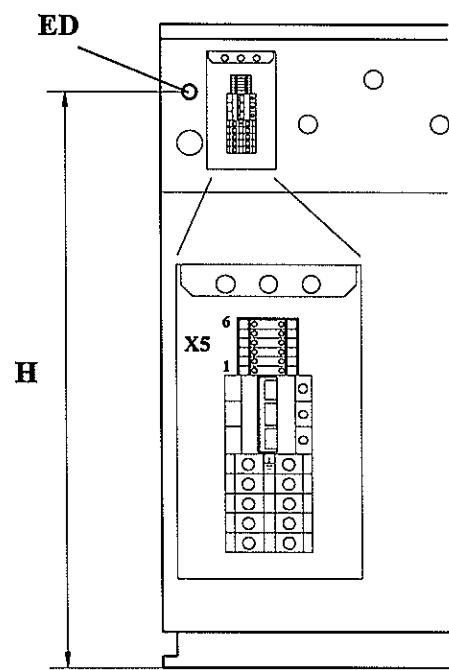

fig. 17
- Secure the wire guard in the hole **ED** (*fig. 17*) and insert the wire inside the terminal block.
- Connect the supply wire to terminals **X5**, (*fig. 17*), refer to enclosed table, depending on the type of washer control.
- Fijar el protector del conductor en el orificio **ED** (*fig. 17*) e introducir el conductor en el interior de la caja de bornes.
- Conectar el conductor de alimentación a los bornes **X5**, (*fig. 17*), según tabla adjunta, dependiendo del tipo de control de la lavadora.
- Fixer le protecteur du câble sur l'orifice **ED** (*fig. 17*) et introduire le câble à l'intérieur du boîtier de bornes.
- Connecter le câble d'alimentation aux bornes **X5** (*fig. 17*), suivant le tableau ci-joint, et d'accord au type de contrôle de la machine.